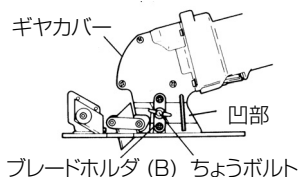

図 23
- (1) ちょうボルトをゆるめ凹部に付属のカッターナイフ替刃をさし込みます。(図 23)